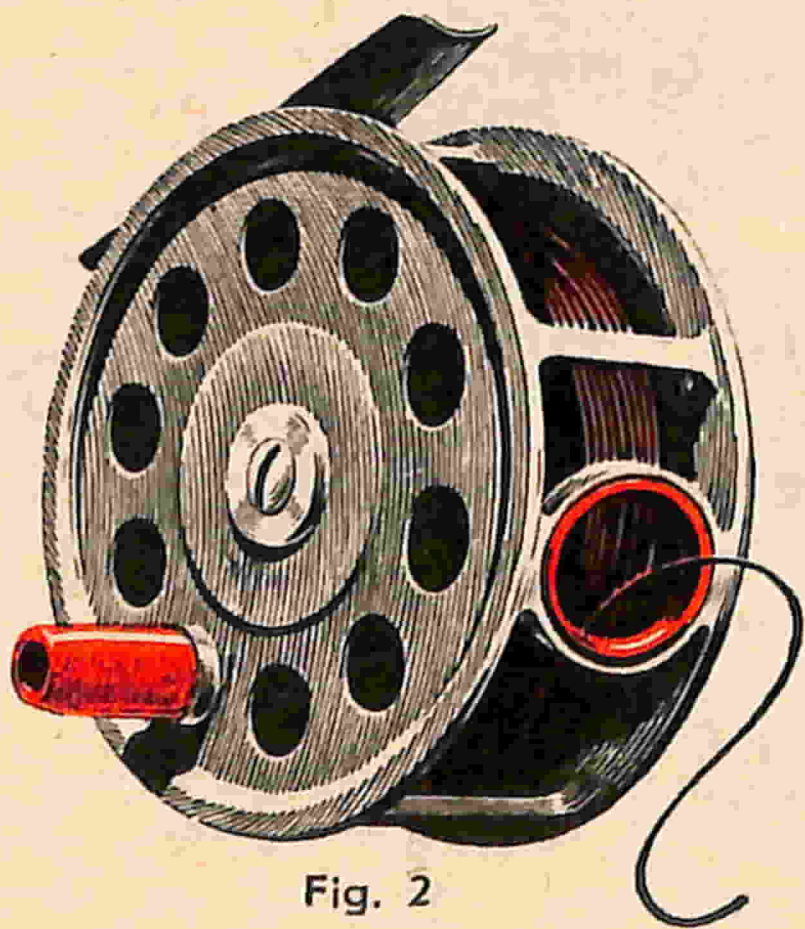

Fig. 2
**Fig. 2 - Il tipo di mulinello più conosciuto e usato per la pesca da fondo. Il modello più semplice, presenta elevata robustezza, il che lo fa preferire nel caso di pesca di grossi esemplari.**